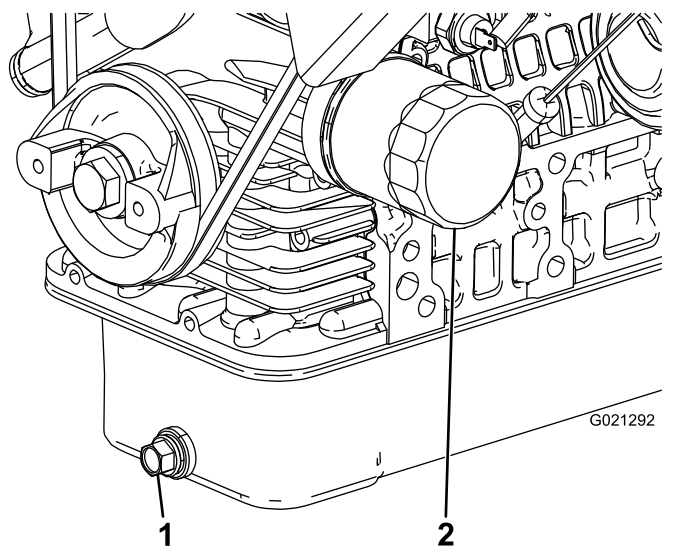

Figure 46
2. Enlevez le bouchon de vidange et laissez couler l'huile dans un bac de vidange (Figure 46).
4. Déposez le filtre à huile (Figure 46).